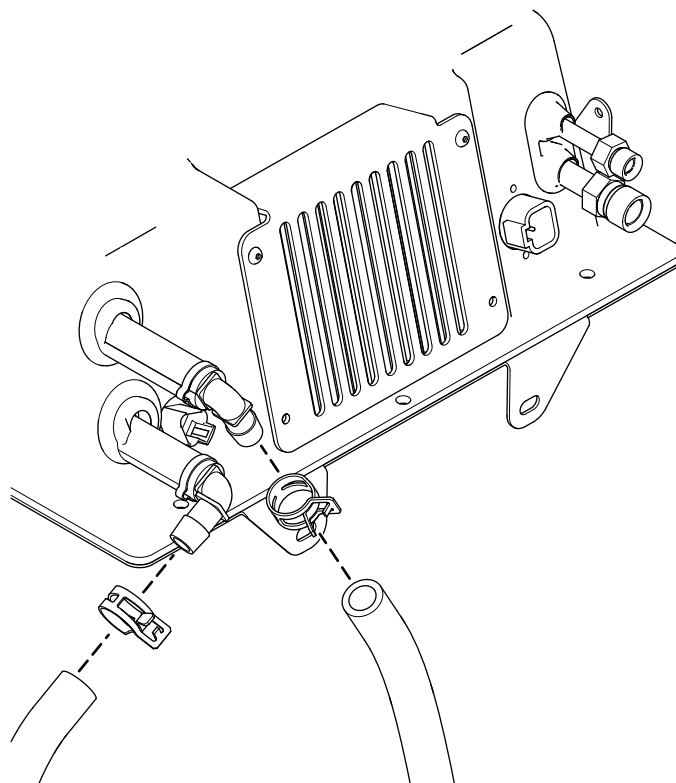

Figure 25
11. Fixez les 2 tuyaux de liquide de refroidissement à l'avant du boîtier HVAC à l'aide de 2 colliers de serrage, comme montré à la Figure 25.